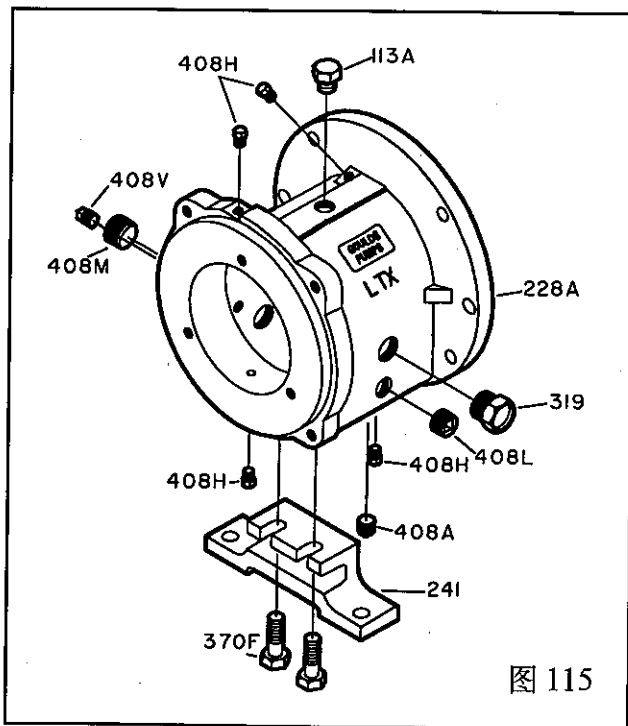

图 115
1. 将注油塞(113A)、排油塞(408A)、油标(319)、四个油雾连接塞(408H)或油脂接头(193)和油脂排出塞(113)、油冷却器进、出口塞(408L, 408M)安装到轴承箱(228A)上(图 115)。